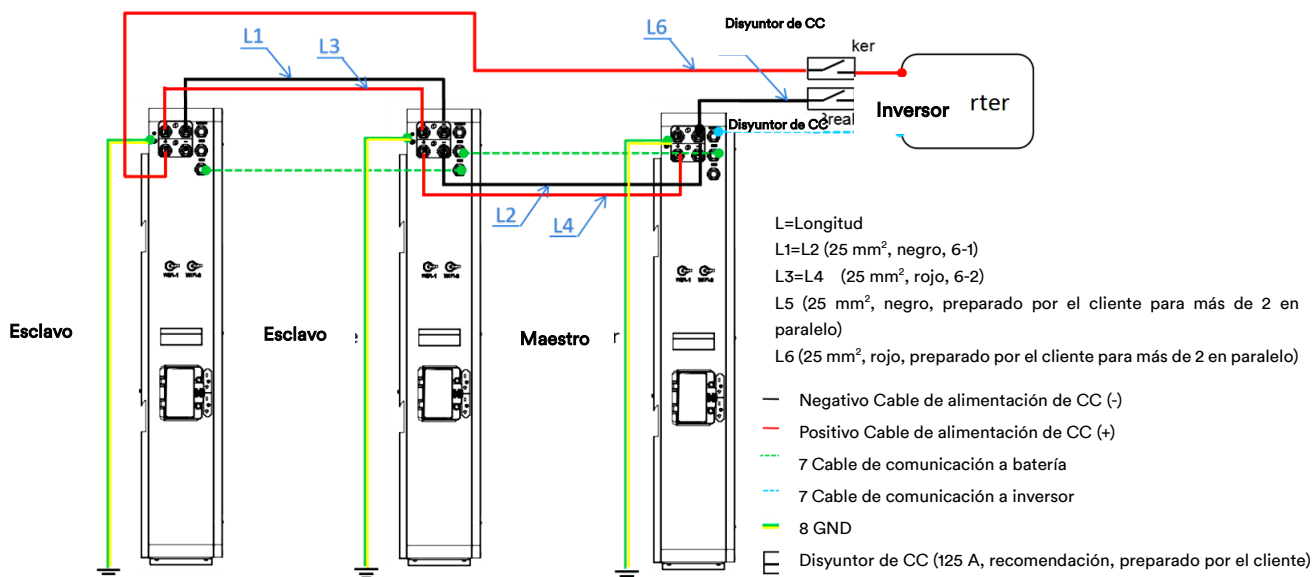

Fig.5.1.1 Conexión de conjuntos múltiples
Utiliza un destornillador para fijar el terminal del cable de tierra ⑧ al punto de tierra de la batería, consulta la fig. 5.1.1.
3. Si el cable de alimentación está conectado según la fig. 5.1.1, inserta el cable de alimentación en el PG 19 correspondiente y, a continuación, fija el terminal del cable de alimentación según la fig. 5.3.4.